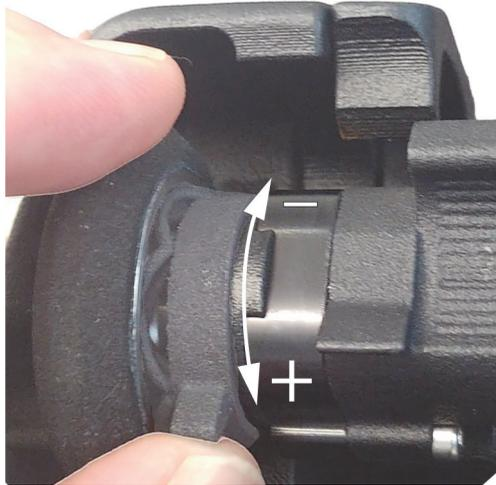

Figure 3-2 Résistance de la roue du codeur
3. Réglez la résistance de la roue au niveau minimum (Figure 3-2 à la page 59).